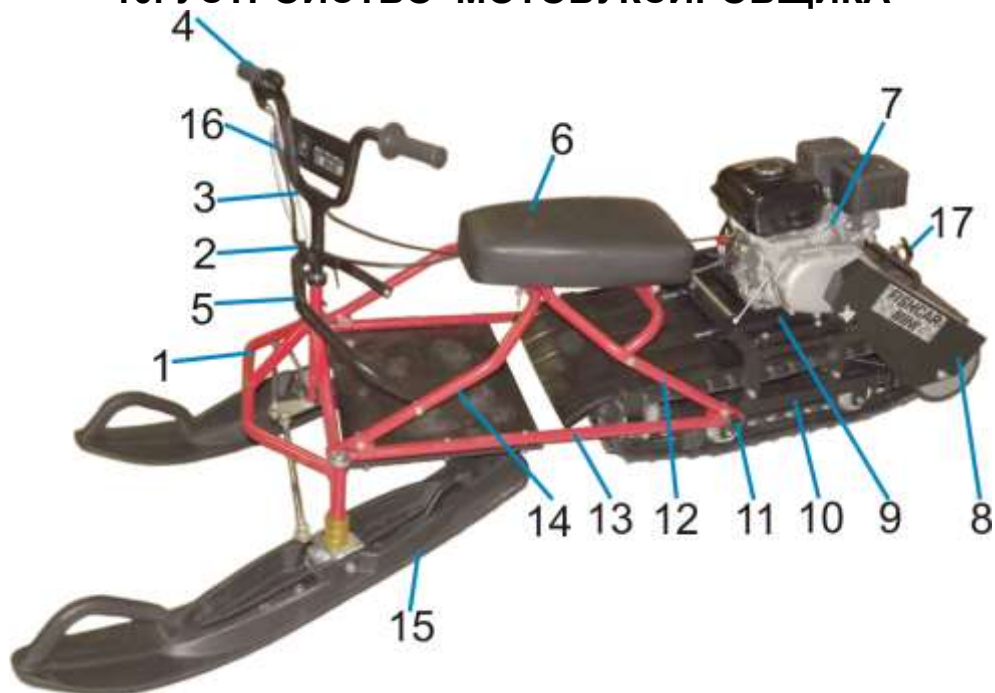
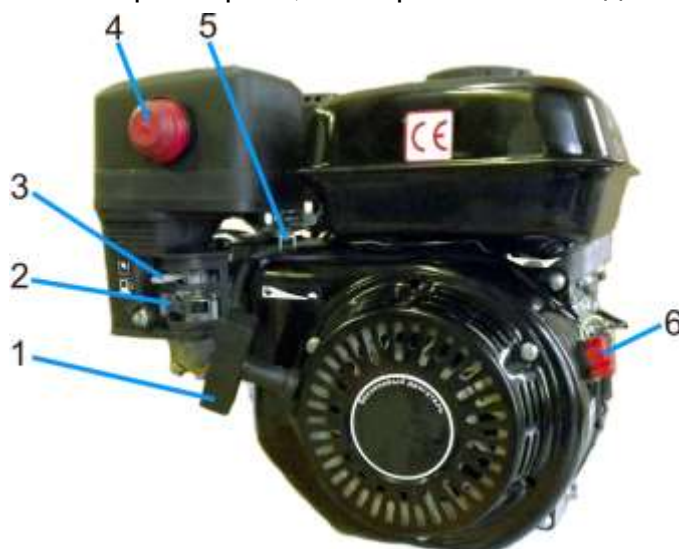

Рис. 1. Мотобуксировщик
Рис. 7. Двигатель мотобуксировщика.
- 9.8. Для остановки достаточно повернуть ручку газа от себя до упора и мотобуксировщик остановится. Дополнительно для экстренной остановки двигателя мотобуксировщика предусмотрен размыкатель зажигания 16 (рис. 1). Шнурок размыкателя должен быть надет на кисть правой руки оператора. В ситуации, когда рука оператора отрывается от руля, шнурок срывает заглушку с упора, выключатель замыкает цепь зажигания на массу, двигатель останавливается.
При необходимости переноса мотобуксировщик разбирают на две части см. рис. 2, предварительно открутив винт крепления руля 2 (рис. 1) и сняв руль 3 (рис. 1) с ручкой газа 4 (рис. 1) и размыкателем зажигания 16 (рис. 1) с рулевого узла 1 (рис. 1). Переносите ходовую тележку мотобуксировщика, удерживая её за раму.
После установки фильтрующего элемента на место и установки крышки фильтра следует проверить функциональность праймера 4 (рис. 7) (при нажатии на праймер воздух должен поступать в поплавковую камеру карбюратора). Если шланг пережат, кнопка праймера будет упругой, снимите крышку и устраните пережатие шланга.
12. 1. Запуск двигателя (см. рис. 7).
Внимание! При запуске двигателя мотобуксировщика рычаг дросселя должен находиться в положении соответствующем, работе двигателя на минимальных оборотах. Перед запуском двигателя необходимо надеть шнурок размыкателя 16 (рис. 1) на кисть руки оператора и установить выключатель двигателя 6 (рис. 7) и рычаг топливного крана 2 (рис. 7) в положение «ON» (ВКЛ.).
Пуск двигателя производите на горизонтально установленном мотобуксировщике, согласно указаниям Руководства по эксплуатации двигателя. При запуске холодного двигателя рычаг пускового устройства 3 (рис. 7) установить в положение «CLOSE» («Закрето»), а рычаг дросселя 5 передвинуть влево не более половины его перемещения (см. Руководство по эксплуатации двигателя). Слегка потяните рукоятку стартера, пока не почувствуете сопротивление, затем резко дерните ее на себя.
После запуска прогрейте двигатель в течение 1...2 минут. Закройте рычаг пускового устройства 3. Мотобуксировщик готов начать движение. Для начала движения плавно повернуть ручку газа 4 (рис. 1) на себя, контролируя направление движения мотобуксировщика.
Для остановки двигателя отпустите рычаг управления дросселем 4 (рис. 1), переведите выключатель двигателя 6 (рис. 7) и рычаг топливного крана 2 (рис. 7) в положение
«OFF» (ВЫКЛ.). По окончании движения и выключении двигателя очистите трос ручного стартера от снега и льда. Для этого потяните несколько раз за рукоятку стартера при этом выключатель двигателя 6 (рис. 7) должен находиться в положении «OFF» (ВЫКЛ.).
ВНИМАНИЕ! Для экстренной остановки двигателя мотобуксировщика пользуйтесь размыкателем зажигания 16 (рис. 1). Шнурок размыкателя одевается на кисть правой руки оператора. В ситуации, когда рука оператора отрывается от руля, шнурок срывает заглушку с упора, выключатель замыкает цепь зажигания на массу, двигатель останавливается.